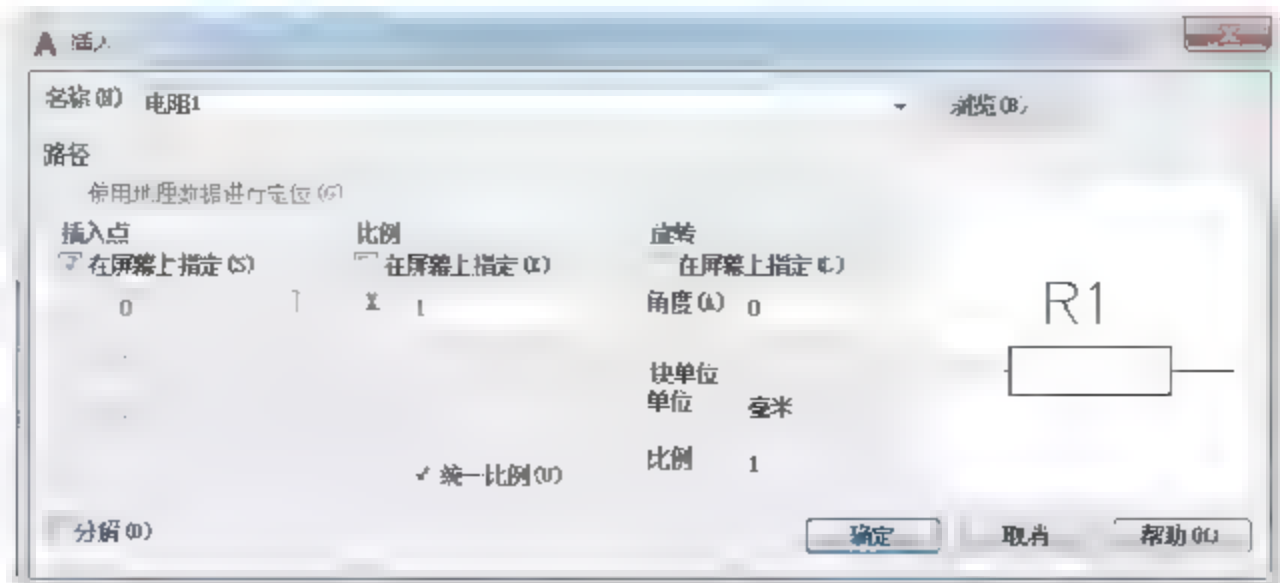

图9-84 【插入】对话框
**01** 选择菜单【插入】|【块】命令，弹出【插入】对话框，在其中选择块，如图9-84所示。单击【确定】按钮，将块插入当前图形中。